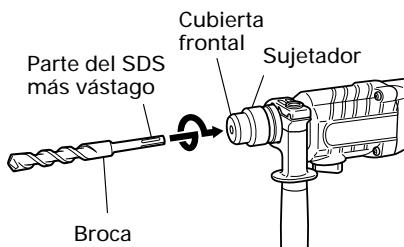

Fig. 2
6. Montaje de la broca (Fig. 2)
- (1) Limpie la parte del vástago de la broca de taladro.
- (2) Inserte la broca de taladro girando en el sujetador de la herramienta hasta que se asegure bien. (Fig. 2)
- (3) Verifique si está bien asegurado tirando de la broca de taladro.